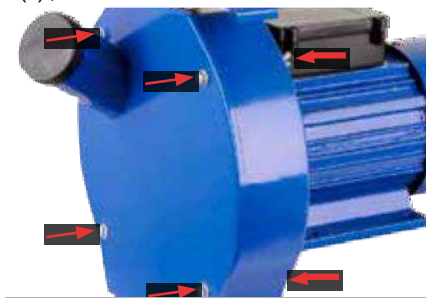

Fig.5
- À l'aide d'une clé hexagonale, retirez les 4 vis moletées qui fixent le couvercle de la chambre de broyage (3), Fig. 5 ;
- Retirez le couvercle de la chambre de broyage (3) ;